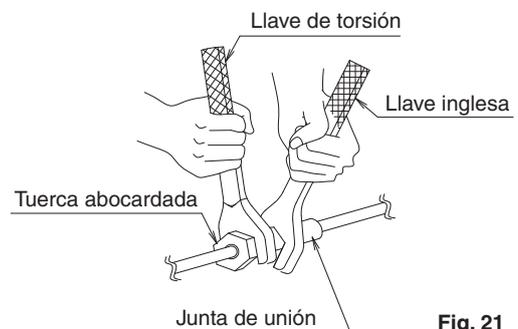
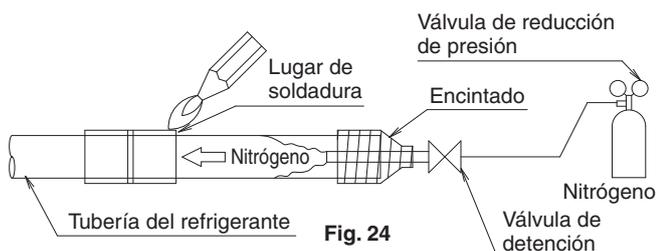

Fig. 21
Fig. 24
- Al conectar la tubería al acondicionador de aire, asegúrese de utilizar una llave inglesa y una llave de torsión tal y como se muestra en la Fig. 21.
- Antes de soldar tuberías de refrigerante, deje fluir nitrógeno a través de la tubería de refrigerante y sustituya el aire con nitrógeno (NOTA 1). **(Refiérase a la Fig. 24)** A continuación, suelde (NOTA 2). Tras finalizar las tareas de soldadura, lleve a cabo la conexión abocardada con la unidad interior. **(Refiérase a la Fig. 21)**